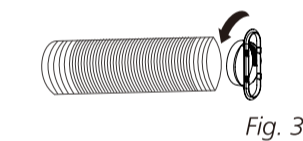

Fig. 3
- 2 Forleng den andre enden av slangen og skru den til slangeutløpet (Fig.3).